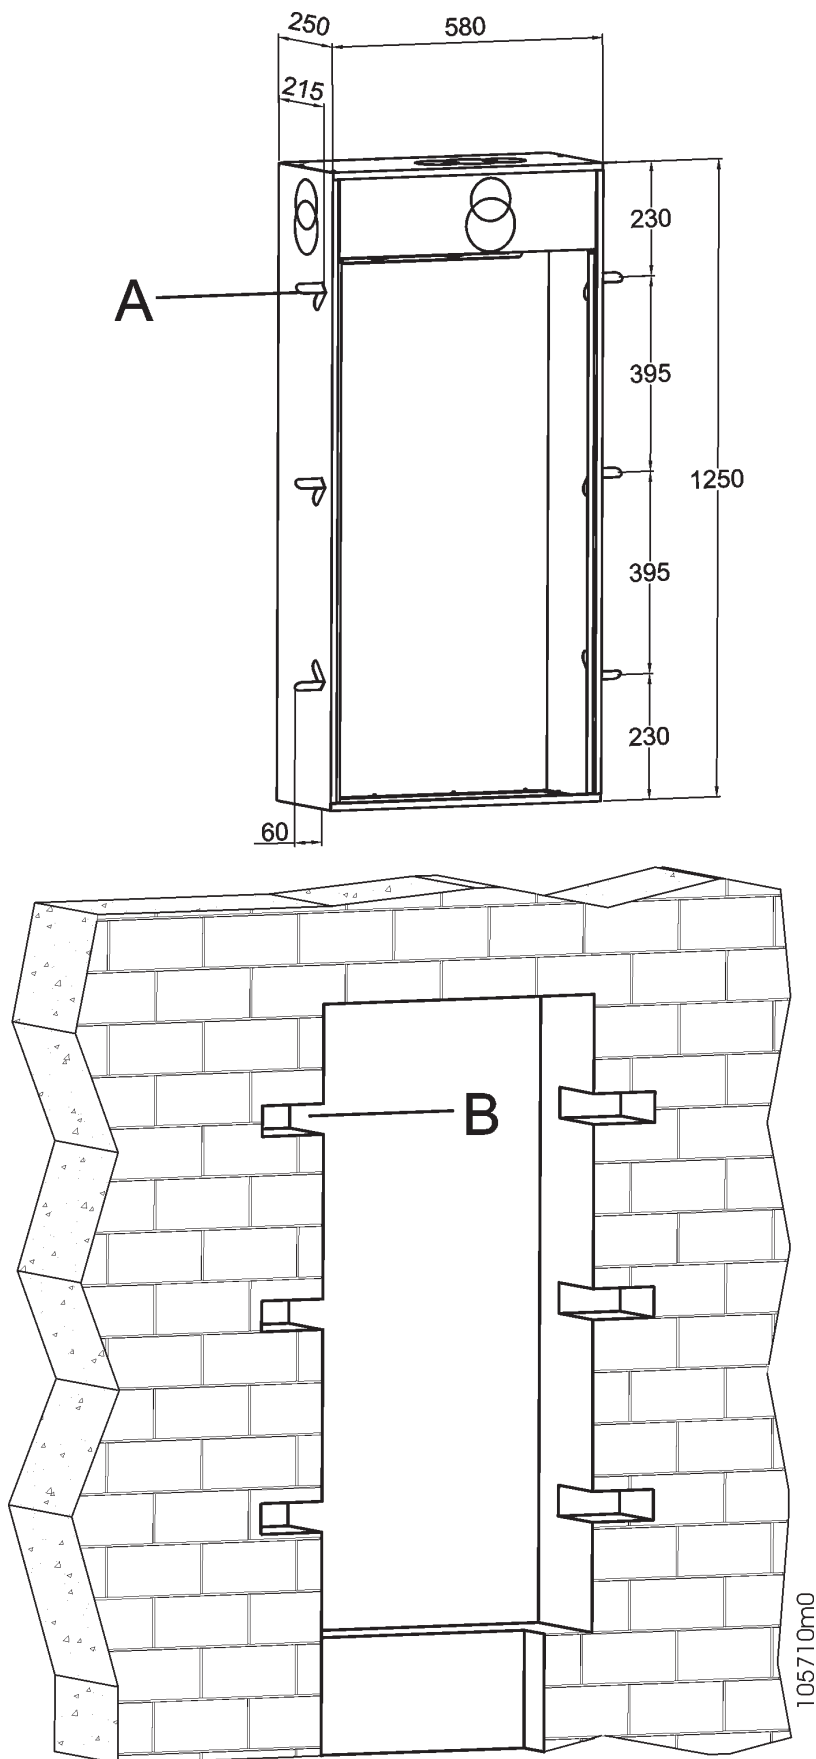

Figura 11 - Dimensioni unità da incasso e forma della nicchia nel muro
- Creare l'apposita nicchia nel muro perimetrale dell'abitazione (vedi figura 11). Occorre considerare le dimensioni dell'unità da incasso riportate nella figura a fianco;
- creare sotto all'unità da incasso una nicchia ove arrivare con i tubi di collegamento (vedi figura 11);
- Nel muro devono essere create anche le apposite insenature "B" (vedi figura 11) per le staffe "A" (vedi figura 11).